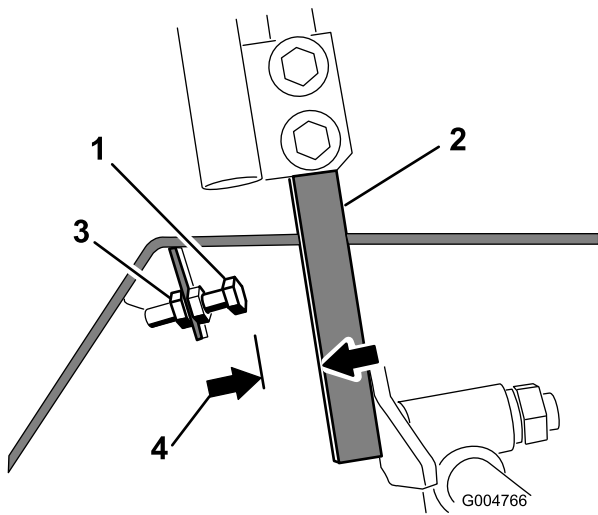

Figure 58
- Desserrez l'écrou de blocage sur le boulon d'arrêt de l'un des leviers de commande (Figure 58).